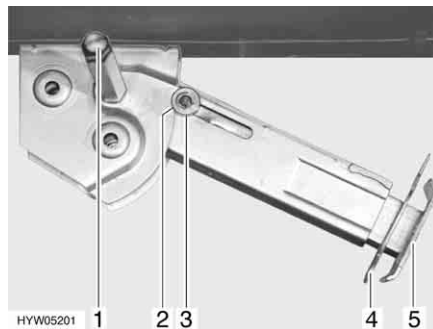

Fig. 37 Vérin stabilisateur
- Placer la clé à pipe sur l'écrou à six pans (Fig. 37,1) et tourner jusqu'à ce que le vérin stabilisateur soit en position verticale vers le bas.
- Retirer la goupille (Fig. 37,4) de la rallonge du pied d'appui (Fig. 37,5).
- Placer la clé à pipe sur l'écrou à six pans (Fig. 37,1) et tourner jusqu'à ce que le vérin stabilisateur se dégage du sol.
- Rentrer complètement la rallonge du pied d'appui (Fig. 37,5) et insérer la goupille (Fig. 37,4) dans le trou prévu à cet effet.
- Tourner la clé à pipe sur l'écrou à six pans (Fig. 37,1) jusqu'à ce que le vérin stabilisateur ait pivoté vers le haut et le disque de guidage (Fig. 37,3) soit complètement rentré dans l'encoche (Fig. 37,2).